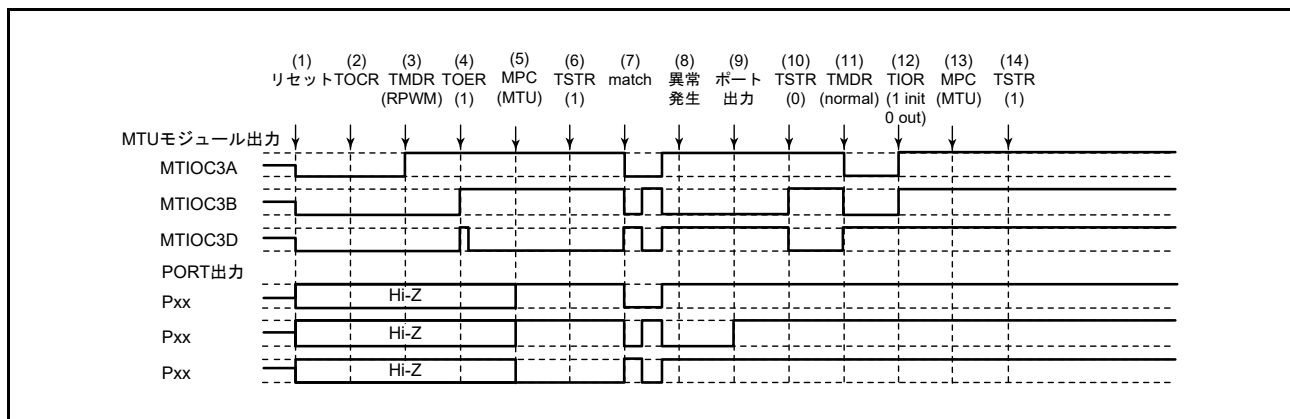

図 24.179 リセット同期 PWM モードで異常が発生し、ノーマルモードで復帰する場合
リセット同期 PWM モードで異常が発生し、再設定後ノーマルモードで再スタートする場合の説明図を図 24.179 に示します。
(1) ～ (10) は図 24.179 と共通です。
(11) PWM モード 1 を設定してください (MTU 出力は正相側が Low、逆相側が High となります)。
(12) TIOR レジスタで端子を初期化してください (PWM モード 1 では MTIOCnB (MTIOCnD) 端子に波形が出力されません。出力すべきレベルがある場合は、I/O ポートのポート方向レジスタ (PDR)、ポート出力データレジスタ (PODR) で汎用出力ポートの設定をしてください)。
(13) MPC と I/O ポートのポートモードレジスタ (PMR) で MTU 出力としてください。
(14) TSTR (TSTRB) レジスタで再スタートします。
(1) ~ (10) は図 24.179 と共通です。
(11) TOERA (TOERB) レジスタで MTU3、MTU4 (MTU6, MTU7) の出力を禁止してください。
(12) TOCR1A、TOCR2A (TOCR1B, TOCR2B) レジスタで相補 PWM の出力レベルと周期出力の許可 / 禁止を選択してください。
(13) 相補 PWM を設定します (MTU の周期出力端子は Low になります)。
(14) TOERA (TOERB) レジスタで MTU3、MTU4 (MTU6, MTU7) の出力を許可してください。
(15) MPC と I/O ポートのポートモードレジスタ (PMR) で MTU 出力としてください。
(16) TSTRA (TSTRB) レジスタで再スタートします。
(11) MPC と I/O ポートのポートモードレジスタ (PMR) で MTU 出力としてください。
(12) TSTR (TSTRB) レジスタで再スタートします。
(13) コンペアマッチの発生によりリセット同期 PWM 波形を出力します。